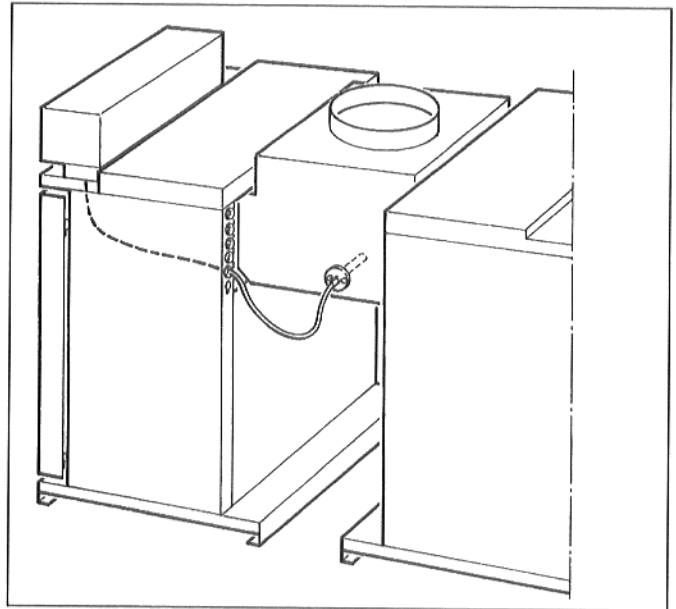

Рис. 10 : G\_324 LDZ/LDN
- Вдеть датчик температуры отходящего газа в предохранитель потока и закрепить двумя имеющимися винтами. У G\_424 LZ и G\_524 LDN датчик необходимо продеть через крепление, которое установлено на заводе у предохранителя потока. Точная позиция датчика для различных котлов указана на рис. 10 до 12.